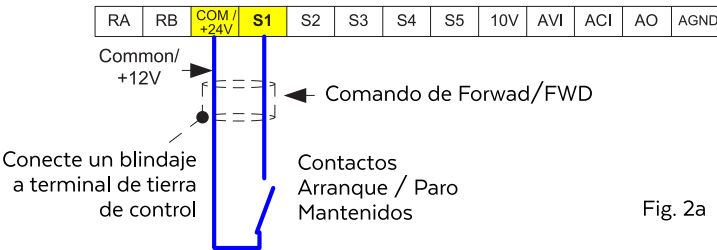

Fig. 2a
-Hacer las conexiones como se muestran abajo en la Fig. 2a.